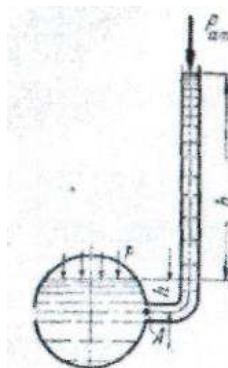

Рис. 2.1 - Схема пьезометра
1.1. Пьезометры обычно представляют собой стеклянную трубку небольшого диаметра (5 мм), открытую с одного конца и вторым концом присоединенную к сосуду в котором необходимо измерить давление. Прибор такого вида показан на рис. 2.1. Пьезометр U - образный представляет собой прозрачные трубки, которые градуируются, либо на щите за трубками устанавливаются шкалы, с помощью которых можно определить высоту поднятия жидкости в трубках.